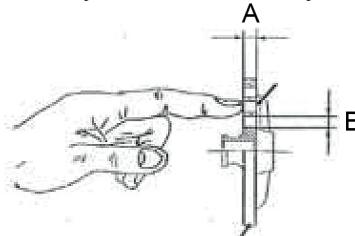

Abb. 2
Die Maschine ist mit einer Platte (P) mit einem Lochdurchmesser von 4,5/6/8 mm ausgestattet, ein Detail, das der Norm UNI EN 294 Absatz 4.5 (Zugänglichkeit durch Öffnungen) entspricht - Abb. 2. Um verschiedene Prozesse durchzuführen, ist es immer noch möglich, Platten (P) mit Löchern mit kleinerem Durchmesser als dem vom Hersteller angegebenen zu montieren, ohne die funktionalen Eigenschaften zu ändern. Für eventuelle Lieferungen wenden Sie sich bitte an **FACEM SpA - TRE SPADE** - haftet nicht für Unfälle, die sich aus der Verwendung von leicht auf dem Markt erhältlichen Platten mit Löchern mit einem Durchmesser von mehr als 8 mm auf der Maschine „Zubehör Fleischwolf“ ergeben, wie sie auf manuellen Fleischwölfen verwendet werden können, da bei deren Verwendung die von den oben genannten Normen vorgesehenen Sicherheitsparameter nicht mehr eingehalten werden (ohne die Verabschiedung spezifischer Schutzmaßnahmen, um die Sicherheitsmaßnahmen in die erforderlichen Grenzen zu bringen).